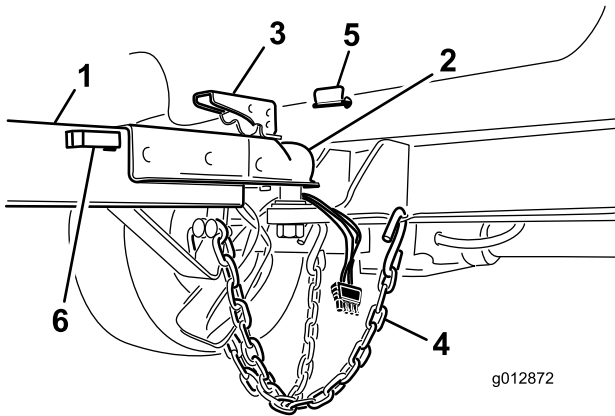

Figura 6
5. Guarde el conector del arnés en el soporte de la barra del enganche (Figura 6).
2. Levante la palanca de acoplamiento de la lengüeta y baje el enganche sobre la bola (Figura 6).
4. Instale el pasador de bloqueo para bloquear la palanca de acoplamiento (Figura 6).
5. Cruce las cadenas de seguridad y conéctelas a los taladros del enganche (Figura 6).